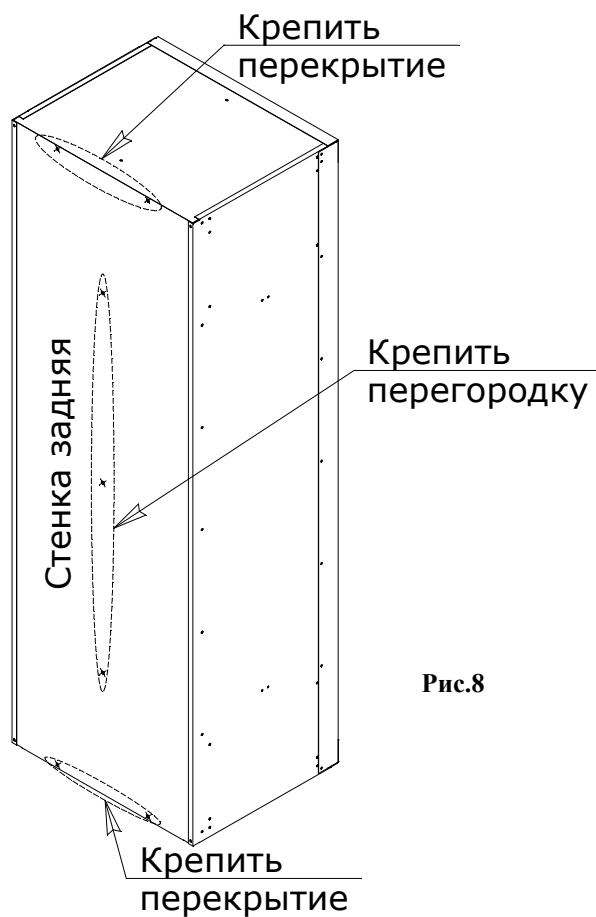

Рис.8
3.7. Установить на шкаф правую и левую дверь, используя металлические оси пружинных петель (рис.8).
В левой секции шкафа установить полки на удобной для потребителя высоте. на задней стенке крепить перекрытия и перегородку (рис.8).